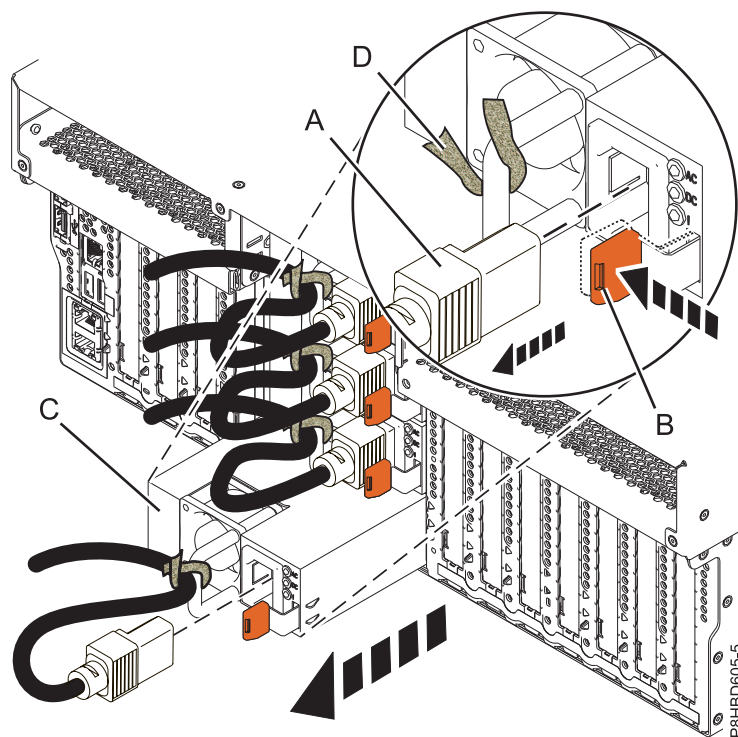
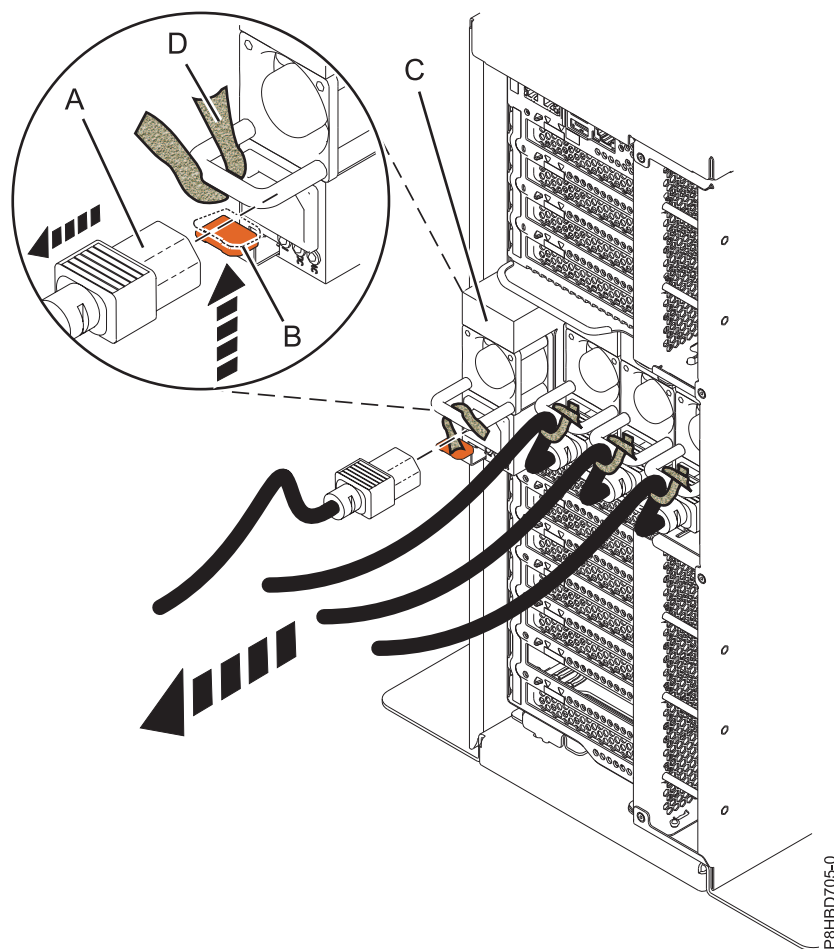

Figura 7. Extracció d'una font d'alimentació en un sistema muntat en bastidor
Figura 8. Extracció d'una font d'alimentació d'un sistema autònom
3. Etiqueteu i desconnecteu el cable d'alimentació de la font d'alimentació estirant l'extrem del cable d'alimentació (A) traient-lo de la font d'alimentació en la direcció que es mostra a Figura 7 a la pàgina 9 per un sistema muntat en bastidor i Figura 8 a la pàgina 10 per un sistema autònom.
4. Per treure la font d'alimentació de la seva posició del sistema, pressioneu la pestanya de bloqueig de color terracota (**B**) en la direcció que es mostra a Figura 7 per un sistema muntat en bastidor i Figura 8 a la pàgina 10 per un sistema autònom.
6. Estireu el cable de la font d'alimentació (**C**) fent-lo sortir del sistema, tal com es mostra a Figura 7 per un sistema muntat en bastidor i Figura 8 a la pàgina 10 per un sistema autònom.